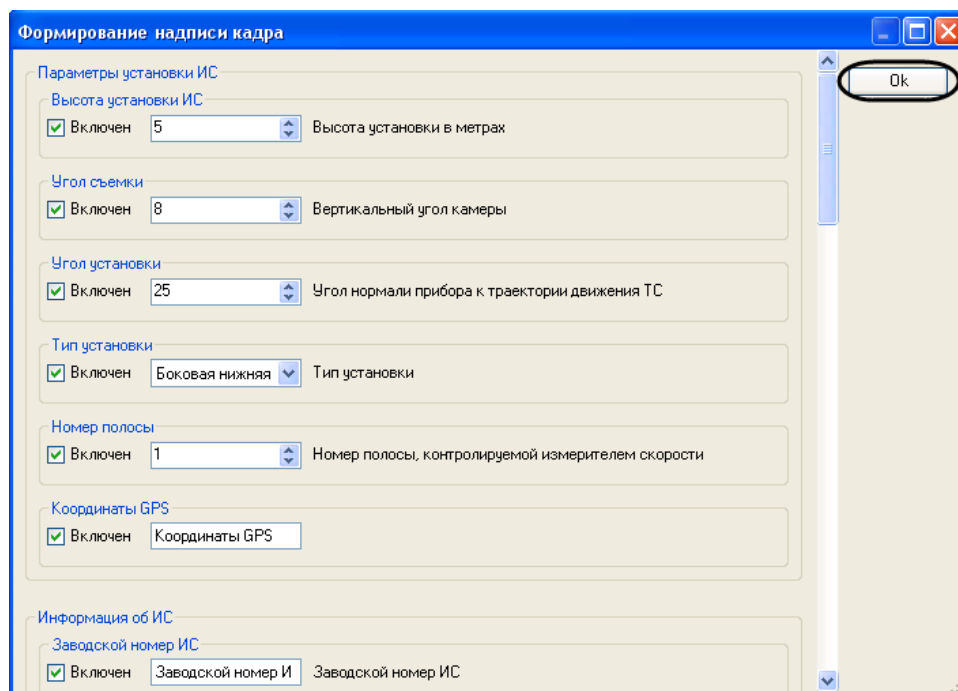

Рис. 7.2-12. Сохранение изменений в диалоговом окне «Формирование надписи кадра»
8. Для сохранения внесенных изменений и закрытия диалогового окна «Формирование надписи кадра» нажать кнопку «ОК» (Рис. 7.2-12).
*Примечание.* Для закрытия данного окна без сохранения изменений следует нажать кнопку «✖» (Рис. 7.2-12).